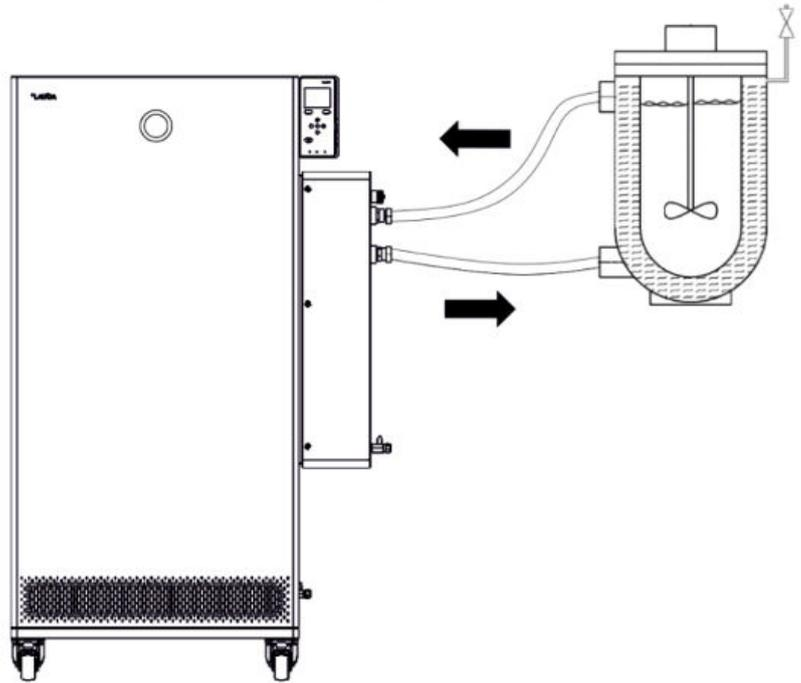

Fig. 12: Schizzo del collegamento con valvola di sfiato
- A seconda della versione dell'applicazione, una valvola di sfiato può semplificare notevolmente la procedura di sfiato. La valvola di sfiato deve essere applicata sul punto più alto del circuito (Fig. 12).
Per espellere le bolle di gas/di vapore dal sistema e garantire un corretto funzionamento, l'applicazione esterna deve essere collegata come indicato nello schizzo (Fig. 12). Collegare la mandata dell'apparecchio sulla bocchetta di collegamento del lato mandata al collegamento inferiore dell'applicazione. Collegare il ritorno alla bocchetta di collegamento del ritorno al collegamento superiore dell'applicazione. In questo modo l'applicazione viene attraversata dal basso verso l'alto.